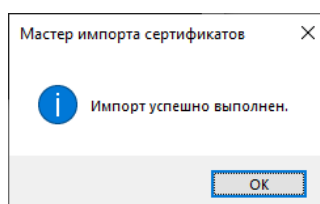

Рисунок 23 – Всплывающее окно Мастера импорта сертификатов
12. При успешной установке сертификата откроется всплывающее окно Мастера импорта сертификатов (см. рисунок 23). Нажать кнопку «ОК».